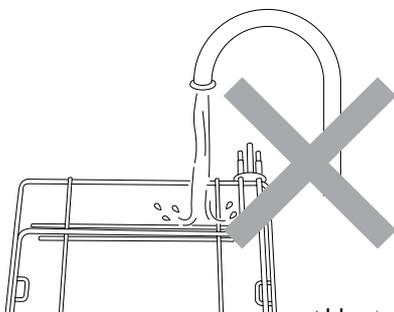

Abb. 4
Das entnehmbare Heizelement (P) niemals in Wasser tauchen; falls es verschmutzt sein sollte, so säubern Sie es mit einem feuchten Tuch (siehe Abbildung 4).